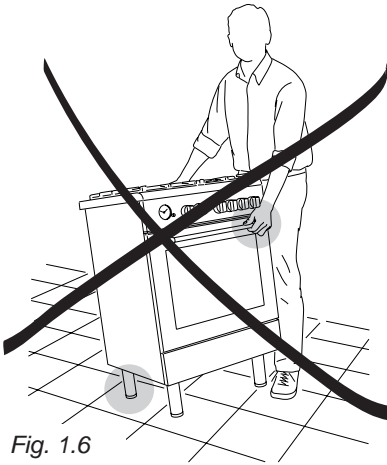

Fig. 1.6
**ATTENZIONE:** Non utilizzare la maniglia del forno per movimentare la cucina (fig. 1.6).